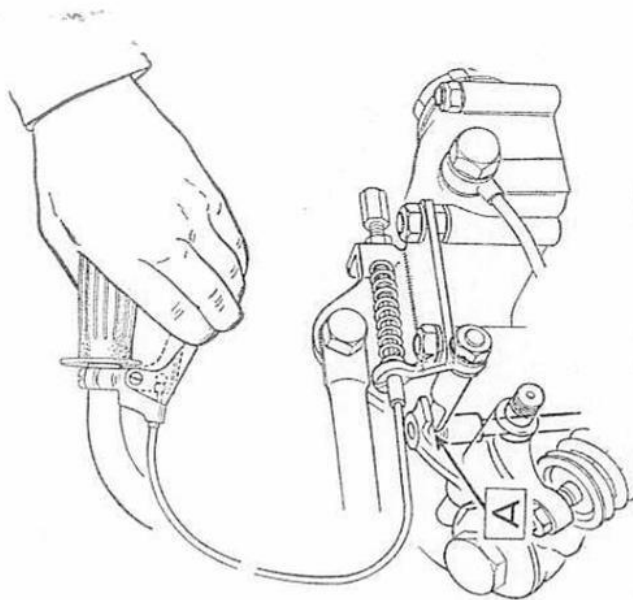

Fig. 12. Jeu du poussoir de soupape d'échappement (moteur de 500 cm³, sauf modèle moto-cross).
Poussoir de soupape d'échappement (moteur de 500 cm³, sauf modèle moto-cross). Il est essentiel de régler la longueur du câble de façon à ce qu'il y ait toujours un jeu amplement suffisant entre le lobe sur le bras de culbuteur d'échappement et l'axe de poussoir (A) Fig. 12.